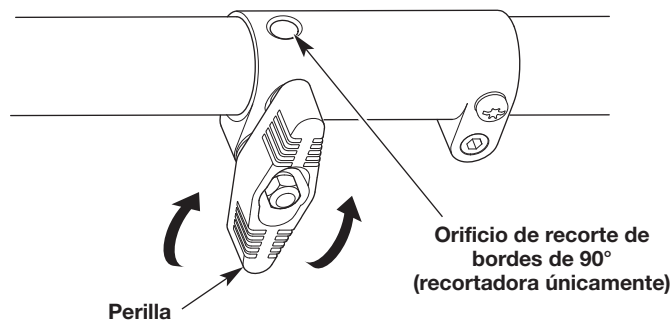

Fig. 3
3. Gire la perilla en el sentido contrario a las agujas del reloj para aflojar el acoplador (Fig. 3).
5. Gire la perilla en el sentido de las agujas del reloj para apretar el acoplador (Fig. 3).
NOTA: Para un reborde decorativo con un accesorio de recorte, trabe el botón de liberación en el orificio de 90° (Fig. 3).
2. Gire la perilla en el sentido contrario a las agujas del reloj para aflojar el acoplador (Fig. 3).